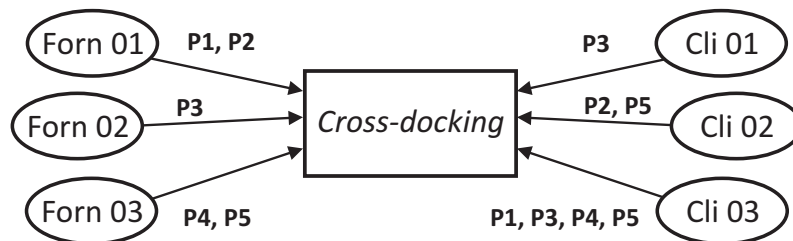

Figura 15: Armazém *Cross docking*
- ▶ No *Cross docking*, Figura 15, observe que existem diversos fornecedores produzindo diferentes produtos para serem enviados ao armazém de *Cross docking*. Nesse armazém, os diversos produtos recebidos são fracionados e reagrupados em pedidos de clientes, os quais contêm diversos produtos de diversos fornecedores. A grande diferença desse tipo de armazém é que as cargas não ficam armazenadas nele, todo o processo de recebimento dos produtos de todos os fornecedores se dá na seguinte ordem: os produtos são recebidos, fracionados, reagrupados e despachados para os clientes ao mesmo tempo, não gerando, assim, estoque no armazém. A grande dificuldade desse tipo de armazém é sincronizar a chegada da carga de todos os fornecedores para atender a todos os pedidos dos clientes. Na Figura 15, você pode analisar uma operação realizada entre três fornecedores e três clientes e intermediada por um armazém de *Cross docking*.